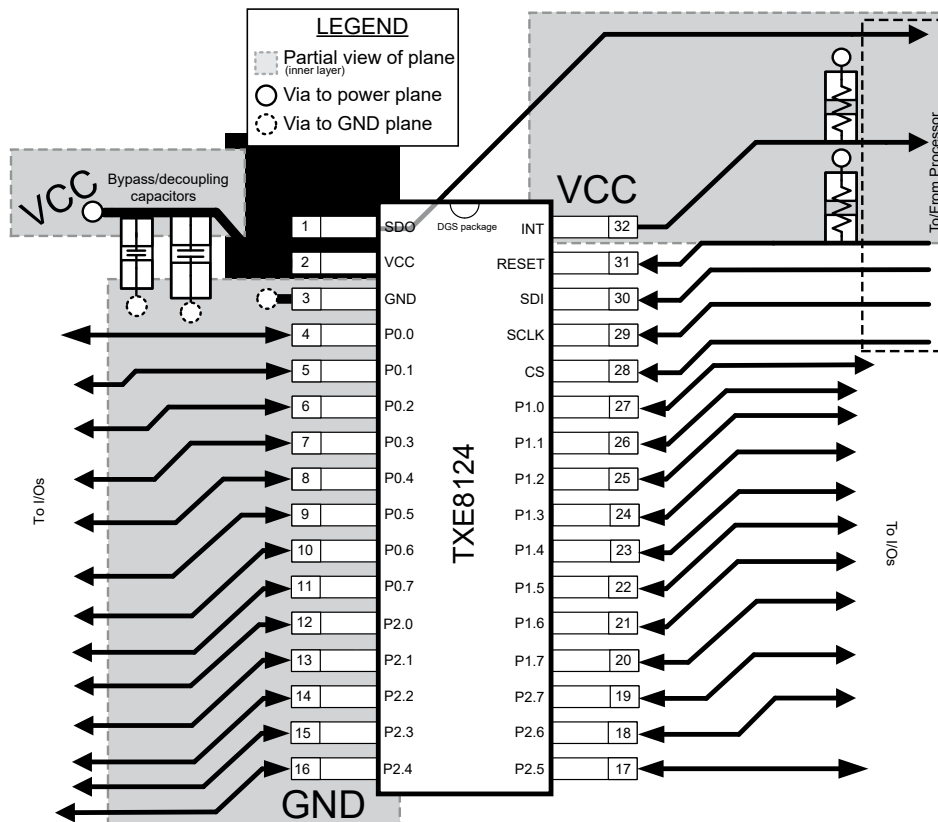

図 8-5. TXE8124-Q1 のレイアウト
すべての PCB レイアウトにおける最善策は、信号トレースを直角に曲げないこと、集積回路 (IC) の近接部を離れるときに信号トレースが互いに離れていくように配置すること、トレース幅を太くして電源とグラウンドのトレースを通常時に大容量の電流が流れるようにすることです。バイパスコンデンサとデカップリングコンデンサは、一般的に電源ピンの電圧の制御に使用されます。大容量コンデンサを使用すると、短時間の電源グリッチ時に追加電力を供給し、容量の小さいコンデンサを使用すると、高周波リップルをフィルタリングできます。これらのコンデンサは、できる限り TXE8116-Q1/TXE8124-Q1 の近くに配置してください。理想的な配置を図 8-5 に示します。
図 8-5 に示すレイアウト例では、信号配線に最上層を使用し、電源とグラウンド (GND) に分割プレーンとして最下層を使用することで、2 層のみの PCB を製造することができます。ただし、信号配線密度の高い基板では、4 層基板が推奨されます。一般的に 4 層 PCB では、信号を最上層と最下層に配線し、内部の 1 層をグラウンドプレーン専用にして、もう 1 つの内部層を電源プレーン専用にします。電源とグラウンドにプレーンまたは分割プレーンを使用する基板レイアウトの場合は、電源または GND に接続する必要がある表面実装部品パッドのすぐ隣にビアを配置し、ビアを内部層または基板の反対側に電気的に接続します。ビアは、信号パターンを基板の反対側に配線する必要がある場合にも使用されますが、この方法は図 8-5 には示されていません。